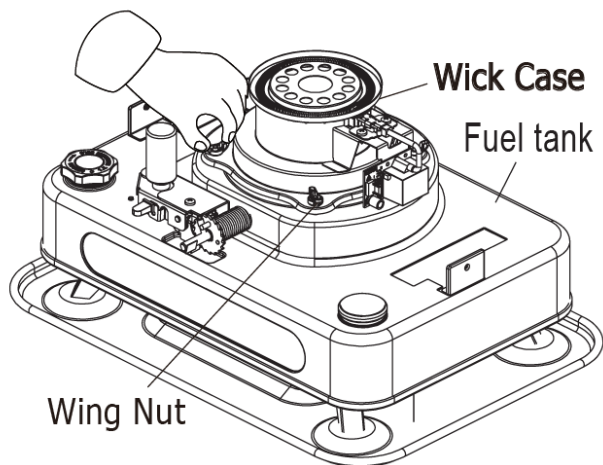

Bild 21
10. Fäst veken på bränsletanken. (Bild 21)